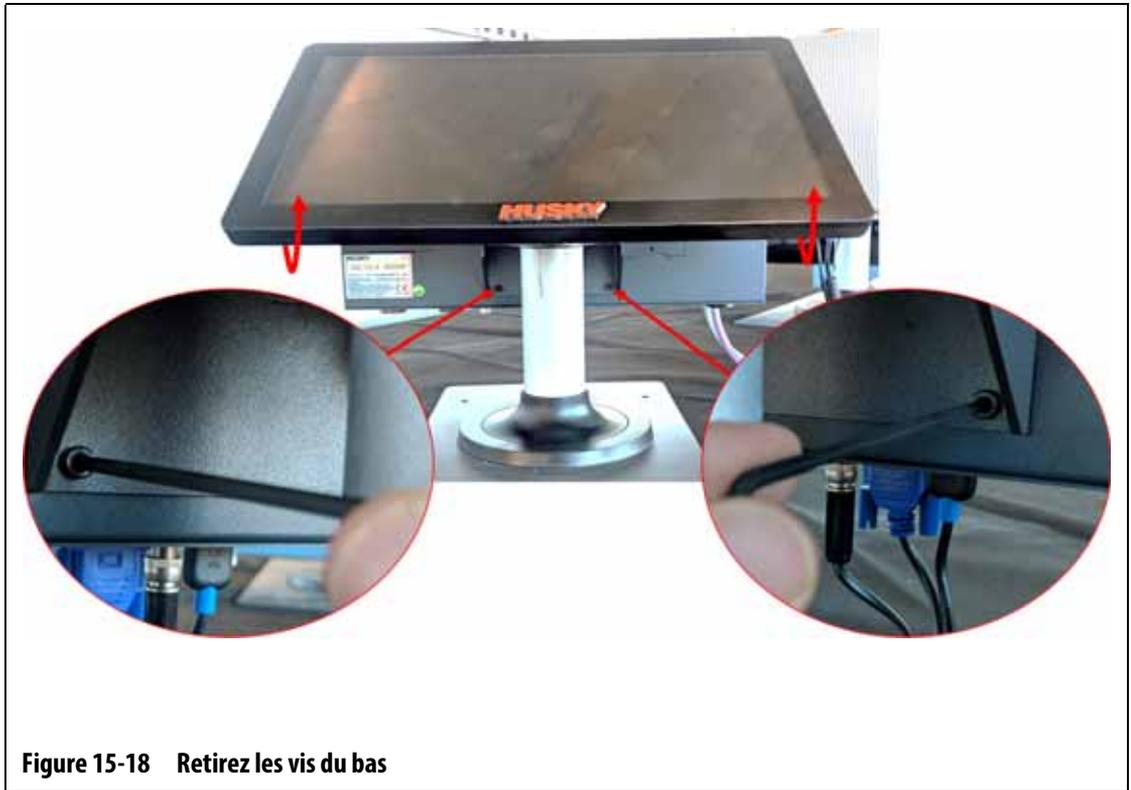

Figure 15-18 Retirez les vis du bas
5. Faites pivoter l'écran tactile pour le mettre en position inclinée vers l'arrière. Veuillez-vous reporter à Figure 15-18.
6. Trouvez les deux vis inférieures qui maintiennent l'unité MCU sur le support de montage et retirez-les complètement à l'aide d'une clé Allen à angle droit de 4 mm ou d'une clé hexagonale. Veuillez-vous reporter à Figure 15-18.
- 12.** Faites pivoter l'écran tactile pour le mettre en position inclinée vers l'arrière. Veuillez-vous reporter à Figure 15-18.